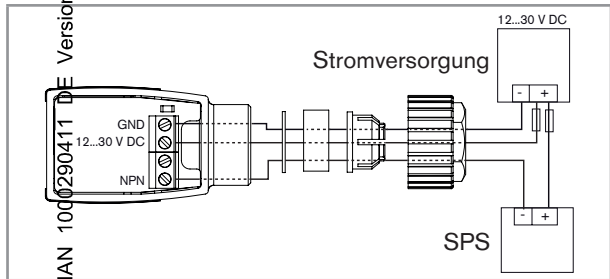
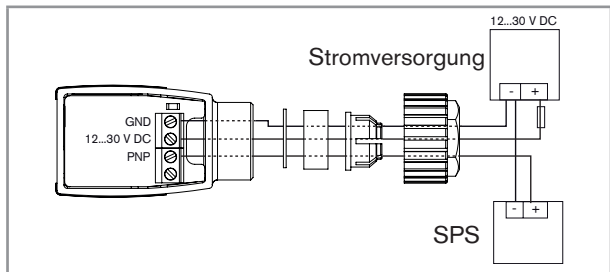

Bild 4: *Gerät mit Kabelverschraubung – NPN-Anschluss des Transistorausgangs*
Bild 5: *Gerät mit Kabelverschraubung – PNP-Anschluss des Transistorausgangs*
- Den Transistorausgang anschließen (Anschluss mit 3 Drähten). Der Transistorausgang kann auf folgende Arten angeschlossen werden: NPN oder PNP. Siehe Bild 4 oder Bild 5.